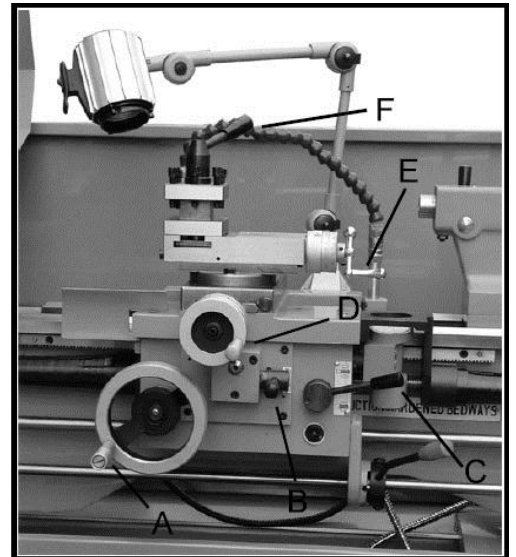

Рис. 16
11. **Маховичок продольного перемещения (А, Рис. 16)** — расположен на узле фартука. Вращайте маховичок по часовой стрелке для перемещения узла фартука по направлению к задней бабке (вправо). Вращайте маховичок против часовой стрелки для перемещения узла фартука по направлению к передней бабке (влево).
12. **Селектор подачи (В, Рис. 16)** — расположен в середине передней стороны фартука. Перевод рычага влево и вверх включает поперечную подачу. Перевод рычага вправо и вниз включает продольную подачу.
13. **Рычаг включения маточной гайки (нарезки резьбы) (С, Рис. 16)** — расположен на передней стороне фартука. Для включения переведите рычаг вниз. Для выключения переведите рычаг вверх.
14. **Маховичок поперечного перемещения (D, Рис. 16)** — расположен над фартуком. Поворот по часовой стрелке перемещает поперечные салазки в сторону задней части станка.
15. **Маховичок поперечного перемещения верхней (поворотной) части суппорта (Е, Рис. 16)** — расположен на конце салазок верхней части суппорта. Для перемещения или позиционирования вращайте его по часовой стрелке.
16. **Рукоятка фиксации резцедержателя (F, Рис. 16)** — расположена на верхней части резцедержателя. Для ослабления поворачивайте ее против часовой стрелки, а для затяжки — по часовой стрелке.